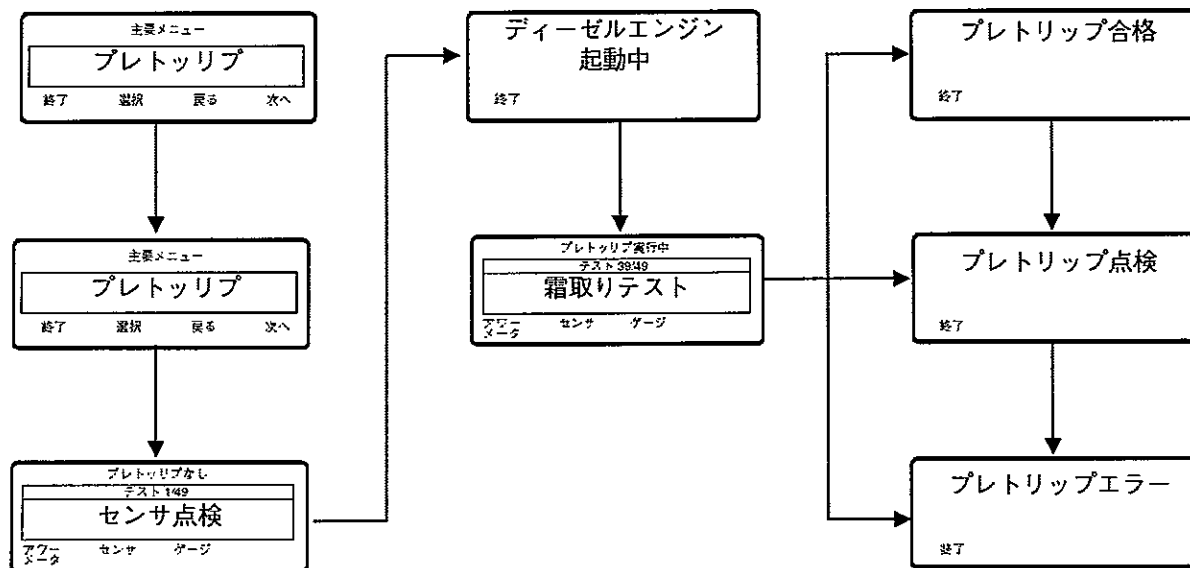

図53 : プレトリップテストのスクリーン・シーケンス
3. プレトリップテスト・スクリーンが現われるまで、次へソフト・キーを押してください。図53を参照してください。